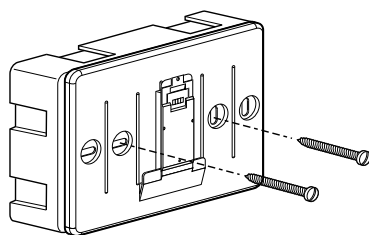

fig. 2
- fixați baza aparatului la cutia de pe perete, cu ajutorul șuruburilor din setul furnizat (fig. 2),